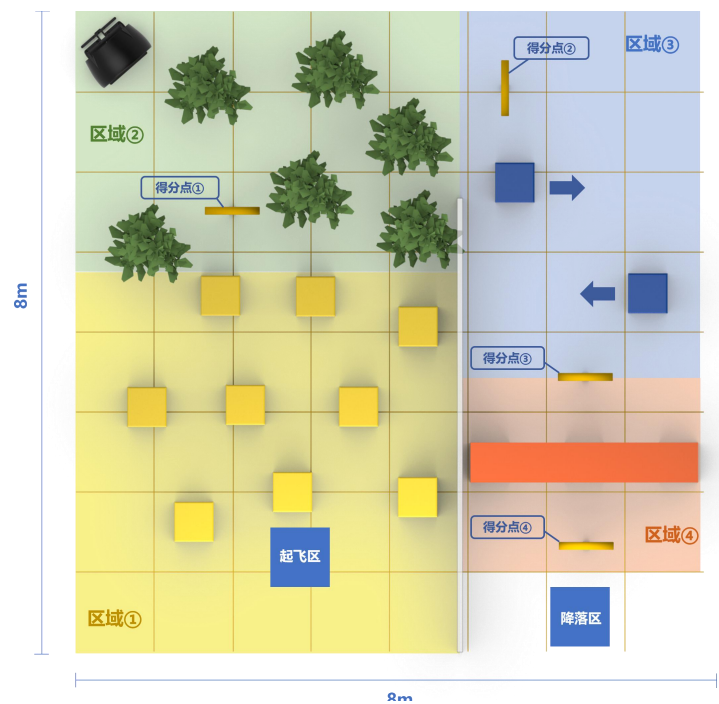
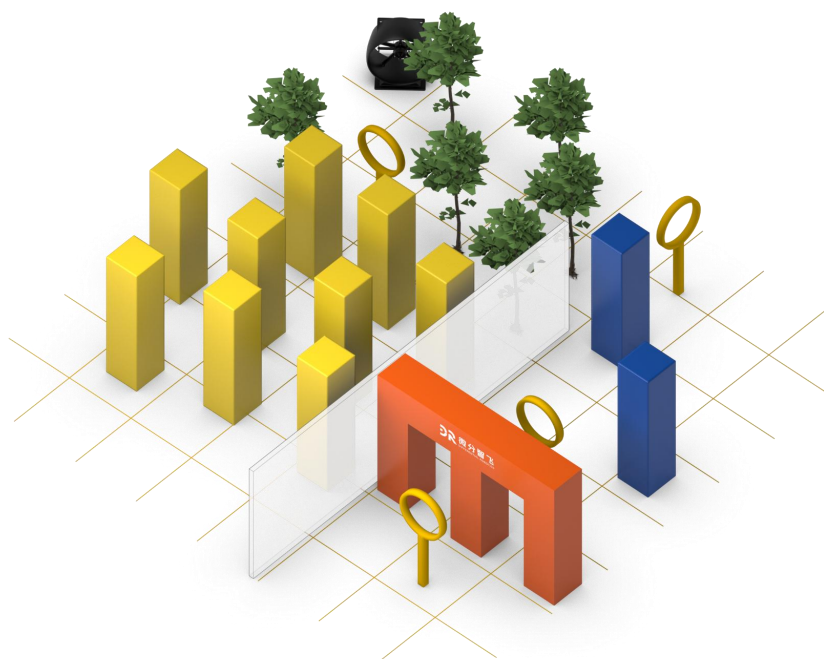

图 5.1 空中自主挑战组比赛场地俯视图（一）
图 5.3 空中自主挑战组比赛场地侧视图
比赛场地布局如图 5.1 - 图 5.3 所示。场地总体长宽高 $8\text{m} \times 8\text{m} \times 2\text{m}$ ，起飞区与降落区为 $0.5\text{m} \times 0.5\text{m}$ 方形区域，其中起飞区为坐标原点 $[0,0]$ ，降落区位置将在比赛前给出。场地分为①、②、③、④四个区域，其中：
- 区域①为结构化障碍物区，该区域随机分布 8-10 个尺寸为 $0.5\text{m} \times 0.5\text{m} \times 2\text{m}$ 的长方体障碍物；
- 区域②为密集树林区，该区域随机分布 5-7 棵高度不小于 1.8m 的假树，同时在角落放有一个风扇用于施加风扰；
- 区域③为移动障碍物区，包含 2 个移动障碍物，其中包括尺寸 $0.5\text{m} \times 0.5\text{m} \times 2\text{m}$ 的障碍物 2 个，障碍物移动速度不大于 0.5m/s ；
- 区域④为拱形障碍物区，两个可通过的拱形区域宽度为 0.7m。